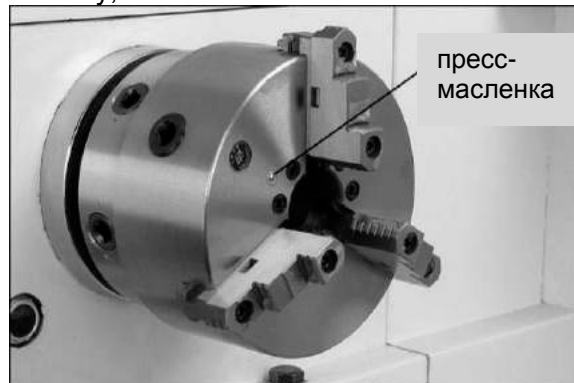

Рис.8
1. Патрон – В дополнение к смазке, уже описанной при установке, ежедневно смазывайте патрон маслом SAE 20W через прессмасленку, показанной на Рис.8.